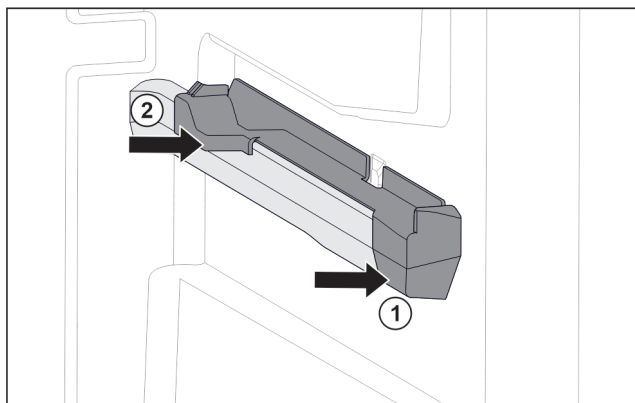

Fig. 118 Elemento inseribile sulla nervatura destra del contenitore
- Posizionare l'elemento inseribile sulla parte anteriore della nervatura del contenitore. Fig. 118 (1)
- Premere l'elemento inseribile sulla parte posteriore. Fig. 118 (2)